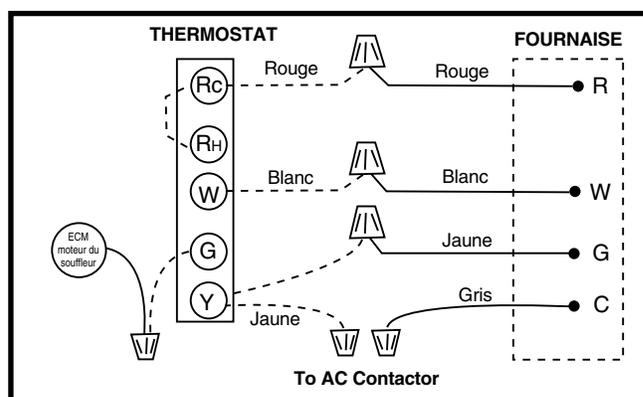

Figure 25. Câblage du thermostat pour les modèles prêts à la climatisation
Il faut maintenir la polarité de tension de ligne appropriée afin que le système de commande fonctionne correctement. Vérifiez que la ligne neutre est rattachée au fil blanc et que la ligne sous tension contrainte est connectée au fil noir. La fournaise ne fonctionne pas si la polarité et la mise à la terre sont mal branchées, comme indiqué dans la Figure 25 (page 13).
2. Branchez les fils du thermostat aux bornes basse tension du générateur d'air chaud (selon l'application à l'installation). Consultez la Figure 25 \(page 13\). **REMARQUE** : Si le conditionneur d'air est installé avec générateur d'air chaud, la borne Y branchement est requise au niveau du générateur d'air chaud. Consultez la Figure 31 \(page 25\).